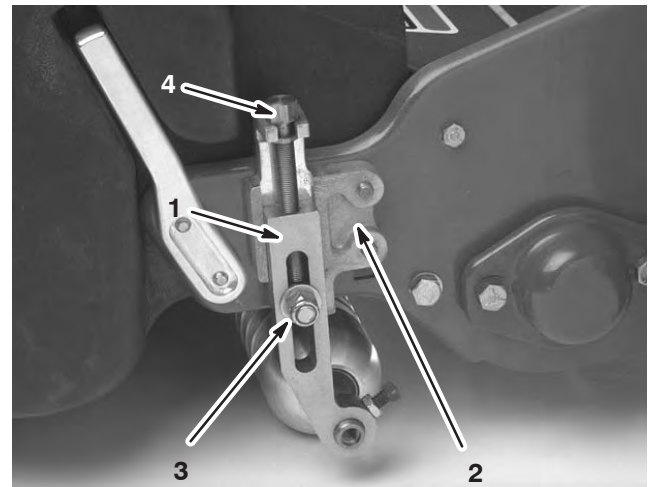

Bild 13
- Lösen Sie die Sicherungsmuttern, die die Schnitthöheneinstellarme zur Schnitthöheneinstellhalterung festlegen (Bild 13).